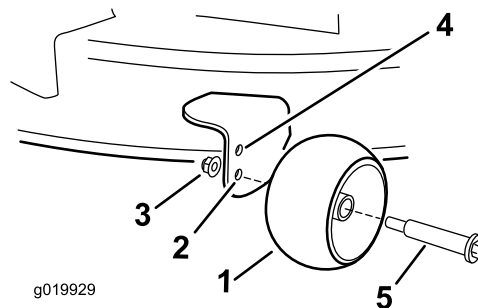

Figura 32
- Foro superiore – utilizzare questa posizione con il piatto di taglio a un'altezza di taglio di 63 mm e inferiore (Figura 32).
- Foro inferiore – utilizzare questa posizione con il piatto di taglio a un'altezza di taglio di 76 mm e superiore (Figura 32).